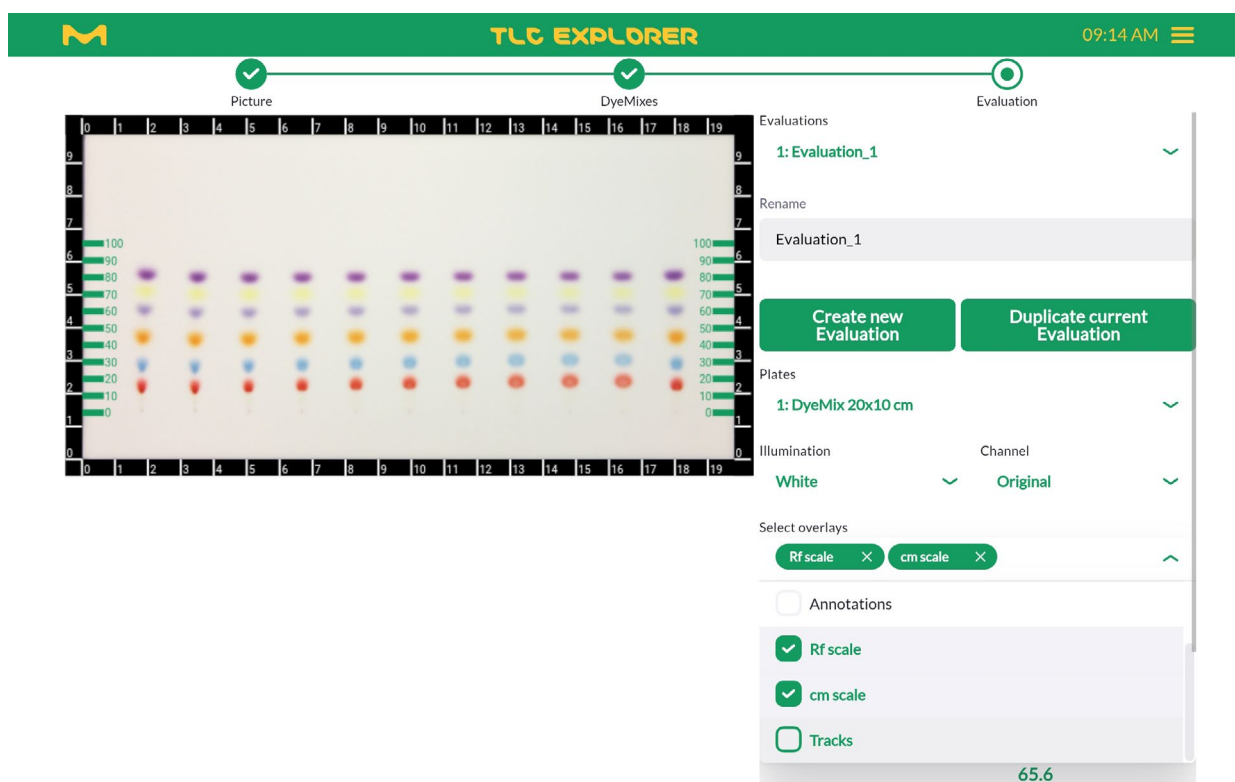

Abbildung 4.13: Konfigurieren des Vorschaubereichs für die Auswertungsarbeit
Während des Auswertungsvorgangs können Sie den Vorschaubereich jederzeit gemäß Ihren Anforderungen konfigurieren (siehe Abbildung 4.13). Sie können zur Betrachtung eine Platte, das Plattenbild („Illumination“ [Belichtung]) und aus dem Bild einen bestimmten Kanal wählen (Einzelheiten siehe Abschnitt 4.6). Außerdem können Sie folgende Anzeigen wahlweise aktivieren und deaktivieren:
- Zentimeterskala um die Platte herum (siehe beispielsweise Abbildung 4.13)